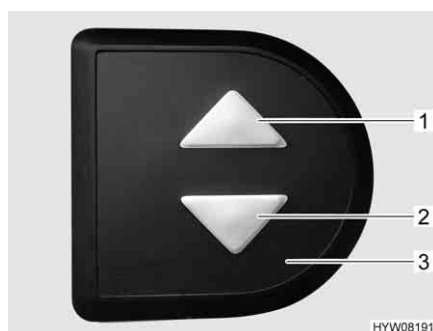

Fig. 59 Elemento di regolazione
- Sull'elemento di regolazione (Fig. 59,3) premere contemporaneamente i due tasti freccia (Fig. 59,1 e 2) e tenerli premuti fino a quando il letto basculante non si è spostato completamente verso il basso. Una volta rilasciati i tasti viene emesso un segnale acustico di conferma.
- Sull'elemento di regolazione (Fig. 59,3) premere il tasto freccia inferiore (Fig. 59,2) e tenerlo premuto fino a quando il letto basculante non ha raggiunto la posizione finale in basso.
- Sull'elemento di regolazione (Fig. 59,3) premere il tasto freccia superiore (Fig. 59,1) e tenerlo premuto fino a quando il letto basculante non ha raggiunto la posizione finale in alto.
- Portare leggermente il letto basculante con i tasti freccia (Fig. 59,1 o 2) nella direzione opposta.